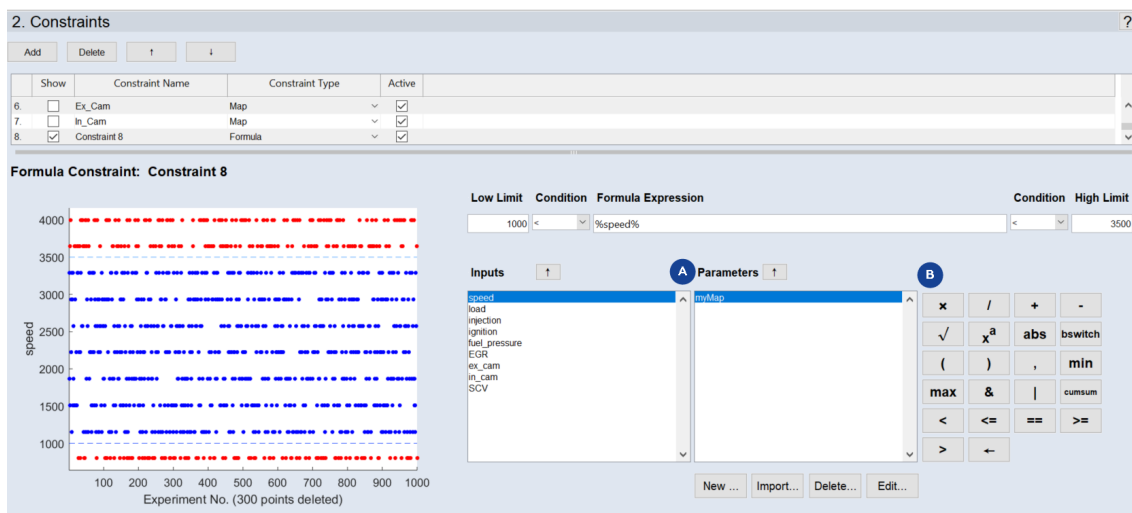

図7-3: ASCMO-STATIC ExpeDes ステップ2: 範囲制限 ("Formula" タイプの例)
**Formula Expression** フィールドには式を入力します。ここには任意のMATLAB関係式を入力できます。式に違反する測定ポイントが排除されます。変数として、**Inputs** 領域と **Parameters** 領域に表示された入力またはマップ/カーブ（2D/1D）を使用することができます。演算子は、直接キー入力するか、またはボタン領域（図7-3: 上記のB）を使用して入力します。
- 変換式タイプの制限の **Parameters** フィールド (図7-3: ページ187のA) で、**New** をクリックします。
- 変換式タイプの制限の **Parameters** フィールド (図7-3: ページ187のA) で、**Edit** をクリックします。